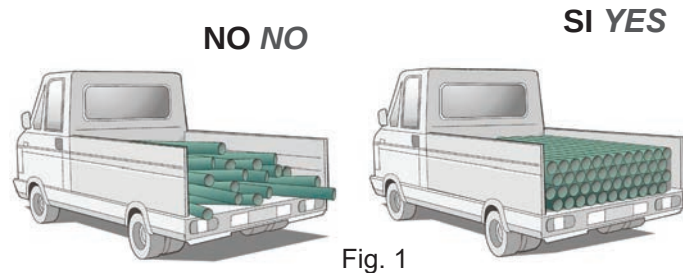

Fig. 1
Evitare il trasporto disordinato, nel caso in cui i tubi siano tolti dal loro imballo di fabbrica (Fig. 1).
*In event of pipes being removed from their factory packaging avoid disorderly transportation, (Fig.1).*